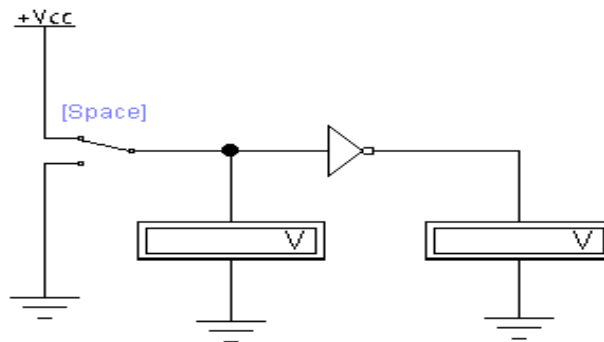

Fig. 1. Schema electrică a regimului static cu elementul NU.
1.1. Scriți funcția logică pentru elementul NU și construiți schema electrică prezentată în Fig. 1.